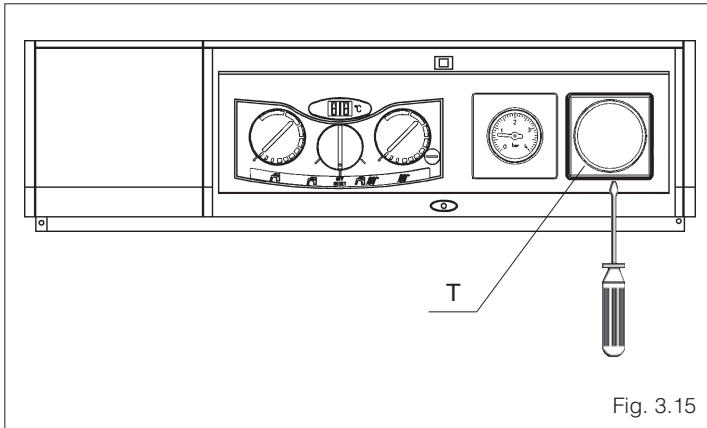

Fig. 3.15
- rimuovere il copriforo (T) dalla prevista allocazione per programmatore orario del quadro comandi (fig.3.15)